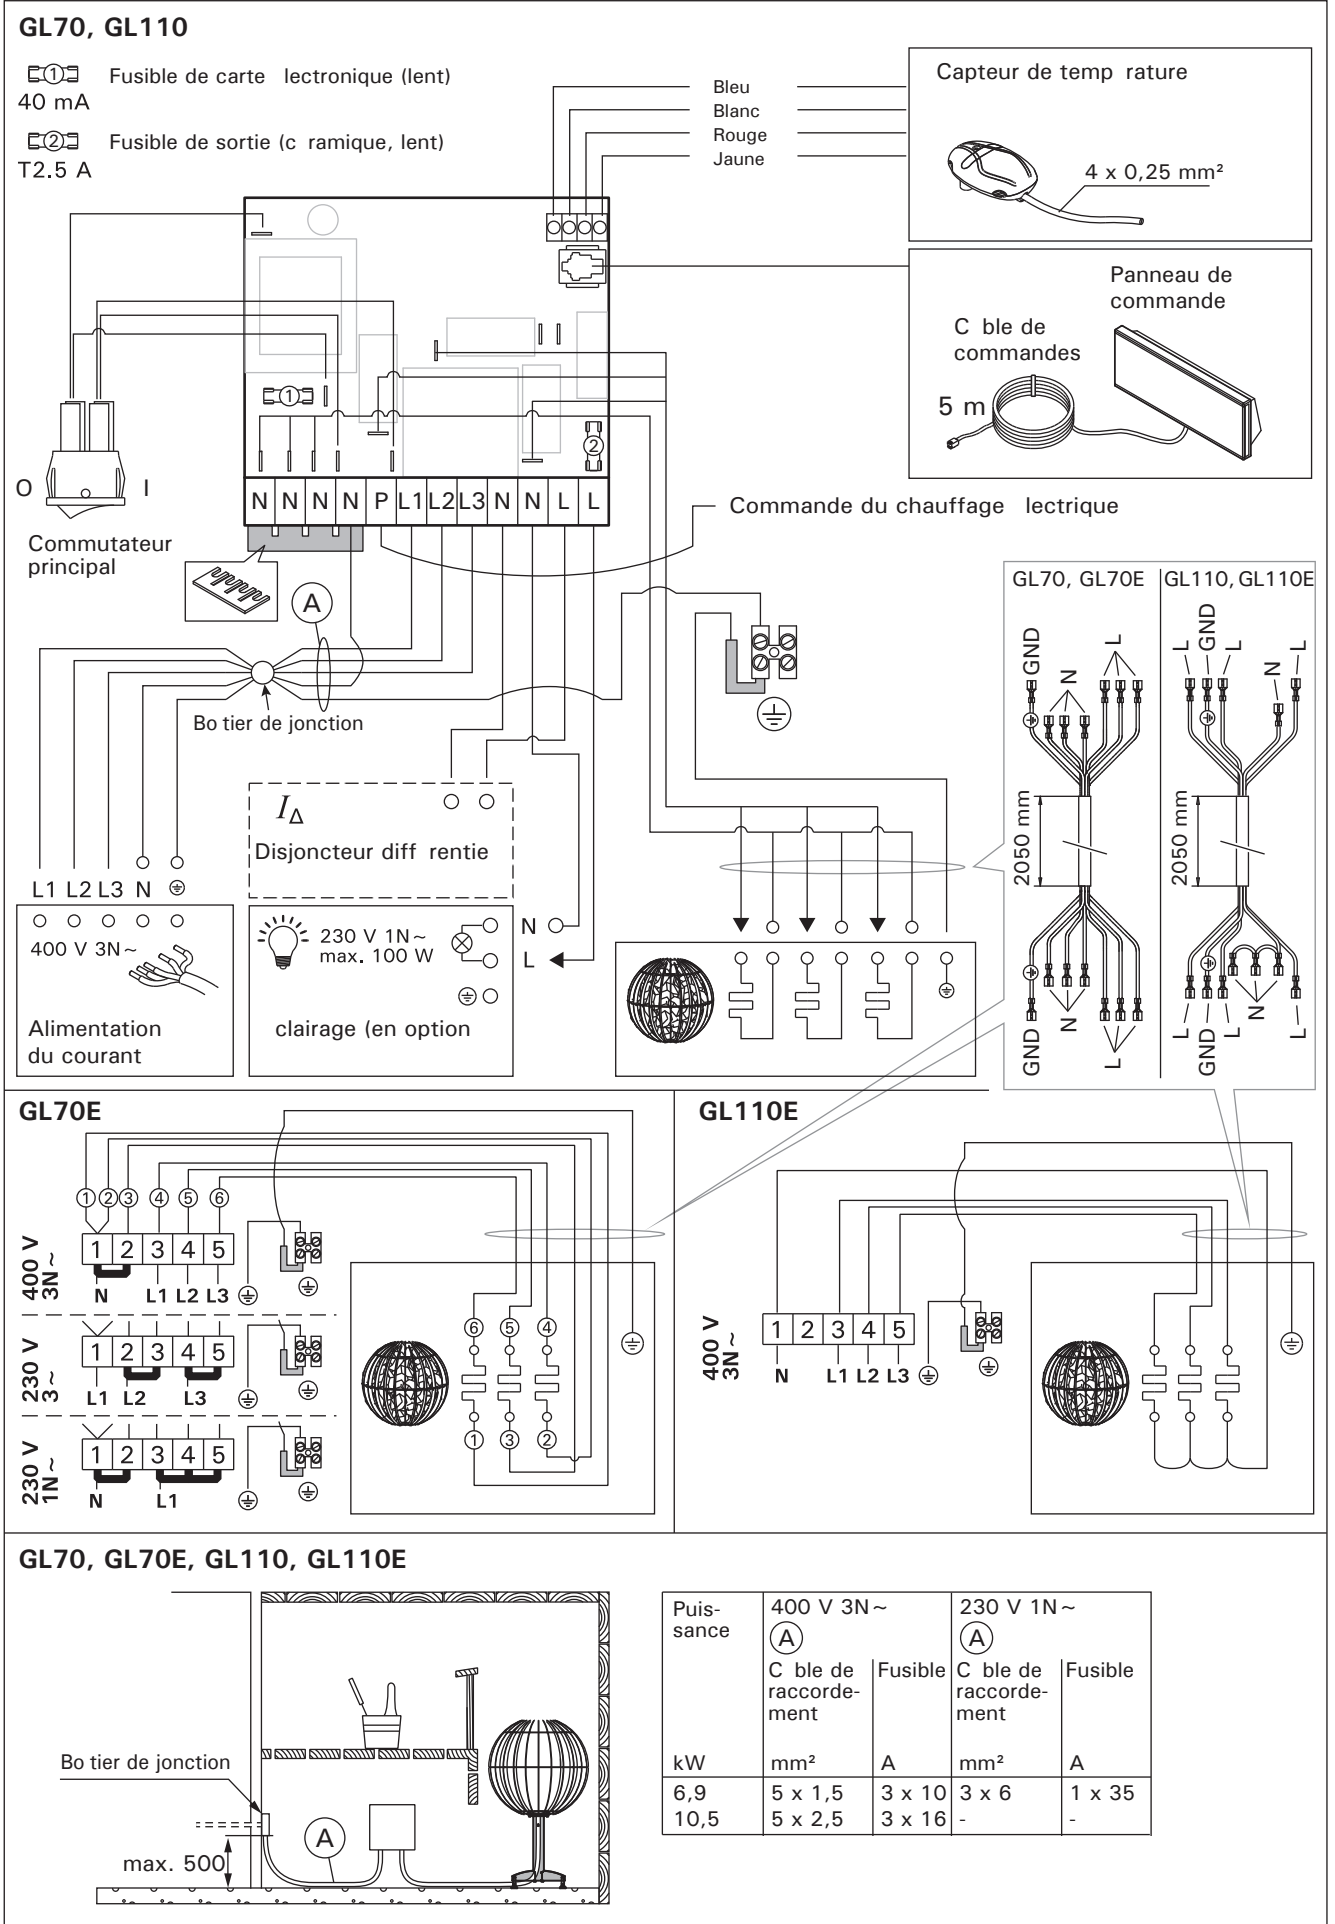

Figure 5. Raccordement lectrique
- Le câble de raccordement (figure 5: A) doit être un câble caoutchouc de type H07RN-F ou équivalent. **NB ! Le recours à un câble isolé en PVC comme câble de raccordement est interdit en raison de sa sensibilité à la chaleur.**
- Le centre de commande du poêle est équipé, parallèlement aux bornes de secteur, d'une borne (P) permettant le contrôle du chauffage
électrique (figure 5). Le câble de contrôle du chauffage électrique est relié directement au boîtier de jonction du poêle, d'où il continue au moyen d'un câble de raccordement caoutchouc pais vers le connecteur ligne du poêle.
- GL: Installez le capteur comme indiqué dans l'illustration 6. Branchez le câble du capteur sur le connecteur du poêle en respectant le code couleur (figure 5).